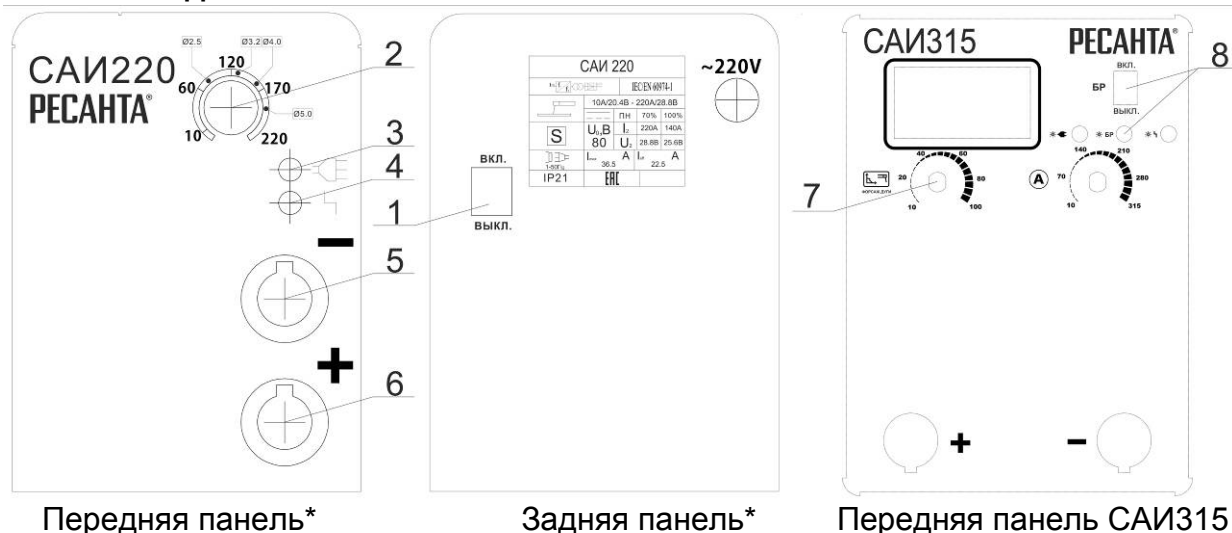

рис. 1
Изделие выполнено в металлическом корпусе. На передней панели имеется регулятор величины сварочного тока (рис.1 поз.2), индикатор "сеть" (рис.1 поз.3), индикатор "перегрев" (рис.1 поз.4), а также силовые разъемы подключения сварочных кабелей (рис.1 поз.5,6). Аппарат оснащен принудительной системой вентиляции, ввиду этого, категорически запрещается закрывать чем-либо вентиляционные отверстия в корпусе.
1. Присоединить к силовым клеммам (см. рис.1 поз. 5 и 6) аппарата кабель с электрододержателем и кабель заземления в зависимости от требуемой для данной марки электрода полярности. В большинстве случаев кабель с
2. Убедиться в том, что выключатель "Сеть" (рис.1 поз. 1) находится в положении "ВЫКЛ".
4. Убедиться в том, что регулятор (рис.1 поз. 2) находится в положении минимального сварочного тока.
5. Включить аппарат выключателем "Сеть" (рис.1 поз.1).
6. Вставьте необходимый электрод в электрододержатель и поворотом регулятора величины сварочного тока (рис.1 поз. 2) установить требуемое значение, согласно нижеприведенной таблице. Рекомендуется всегда следовать инструкциям производителя электродов, так как в ней указаны и полярность подсоединения кабелей, и оптимальный ток сварки.
8. После окончания производства сварочных работ установить регулятор (рис.1 поз. 2) в положение минимального сварочного тока.
9. Выключить аппарат выключателем "Сеть" (рис.1 поз.1).
- Держа сварочную маску перед лицом, «чиркните» электродом по поверхности свариваемой детали (как при зажигании спичкой). Данный метод наиболее продуктивный для зажигания сварочной дуги (рис.1).
| 1. Не горит индикатор "Сеть" (рис.1 поз.3) | 1.Проверить подключение аппарата к сети. 2.Проверить положение выключателя "Сеть". |
| 3. Загорается индикатор "Перегрев" (рис.1 поз.4) | 1.Превышение величины ПН. Температура внутри аппарата высокая – дайте остыть аппарату. 2.Повышенное скопление пыли в аппарате – обратиться в сервисный центр |